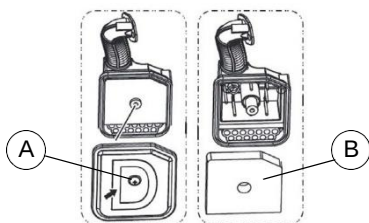

Рисунок 4-5. Повітряний фільтр
- Відкрутіть болт (А) і зніміть кришку повітряного фільтра. Див. Рисунок 4-5.